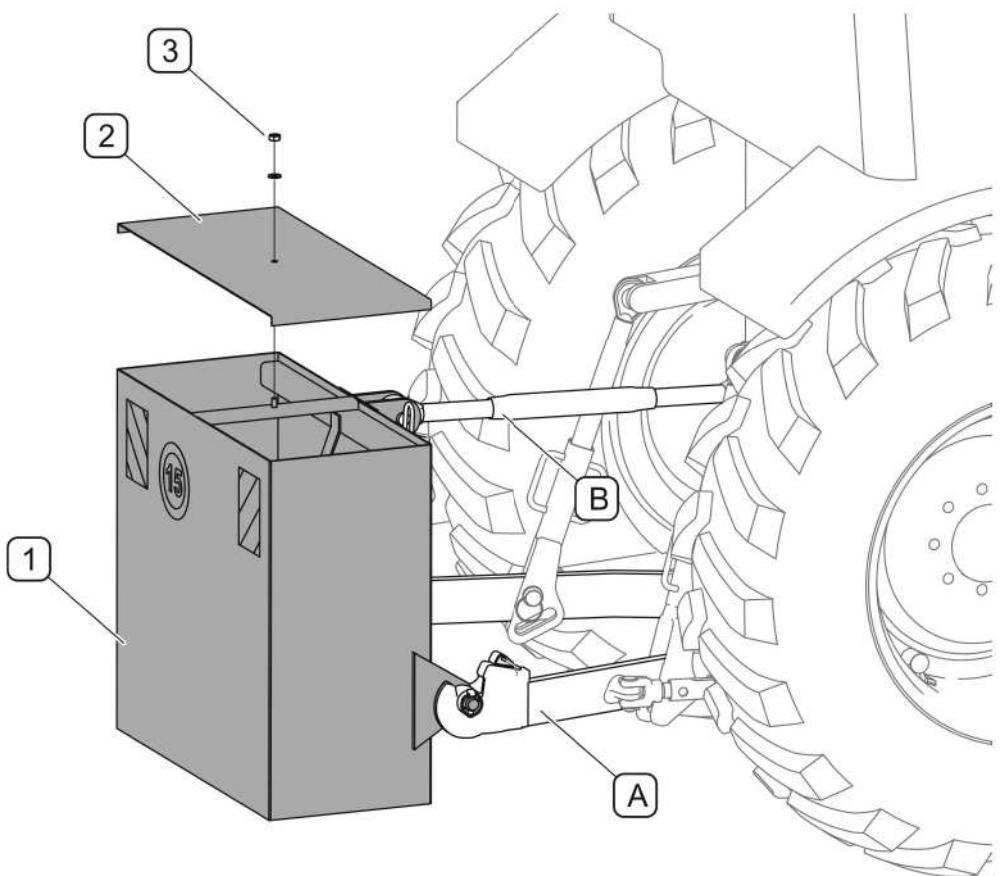

РИСУНОК 4.24 А Противовес
Нижние крепежные шкворни противовеса (РИСУНОК 4.24 А) подсоединить к нижнему сцепному устройству (A) трактора, а верхнее крепление подсоединить при помощи верхней сцепки (B). В противовес нужно загрузить балласт до общего веса ок. 400 кг. В качестве балласта можно использовать гири, крупнозернистый гравий, песок или бетон. Для наполнения противовеса балластом нужно открыть крышку (2), привинченную гайкой (3).